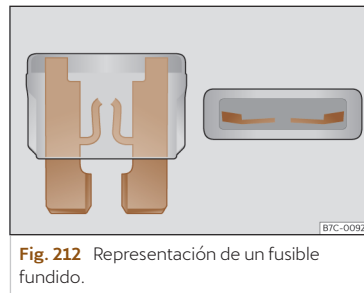

Fig. 212 Representación de un fusible fundido.
- Reconocerá un fusible fundido si la tira de metal está fundida >>> **fig. 212**.